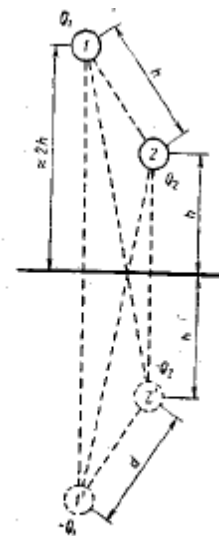

Рис. 13. Схема расположения проводов линии электропередачи
Задача 5. Под проводом линии электропередачи (1) (рис. 13) с напряжением 220 кВ подвешен надежно изолированный провод (2). Определить потенциал, наведенный на этом проводе, если радиусы проводов одинаковы и равны 10 мм, а расстояние между проводами (1 – 2) и проводом (2) и землей равно 3 м.